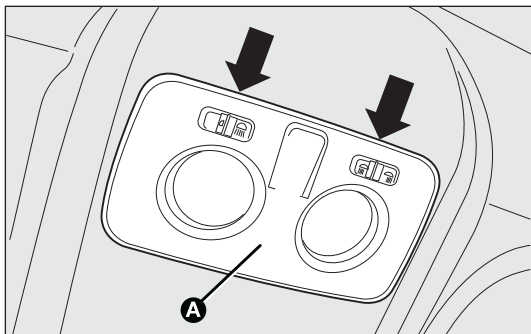
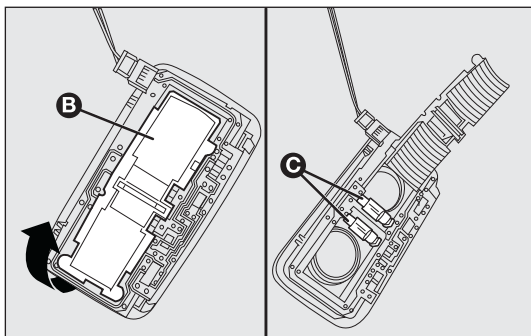

рис. 166
рис. 167
- ❑ нажмите в точках, указанных стрелками, и снимите плафон А - рис. 166;
- ❑ откройте защитное окошко В рис. 167;
- ❑ закройте окошко В - рис. 167 и установите плафон А - рис. 166 на место. Убедитесь, что плафон хорошо закреплен.